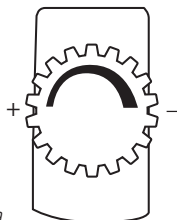

Abb. 9
Drehen Sie die Drehzahlbegrenzung (12) im oder gegen den Uhrzeigersinn, um die geeignete Einstellung zu erreichen. Durch Drehen in Richtung „-“ wird die maximale Drehzahl verringert, durch Drehen in Richtung „+“ erhöhen Sie die maximale Drehzahl (Abb. 9).